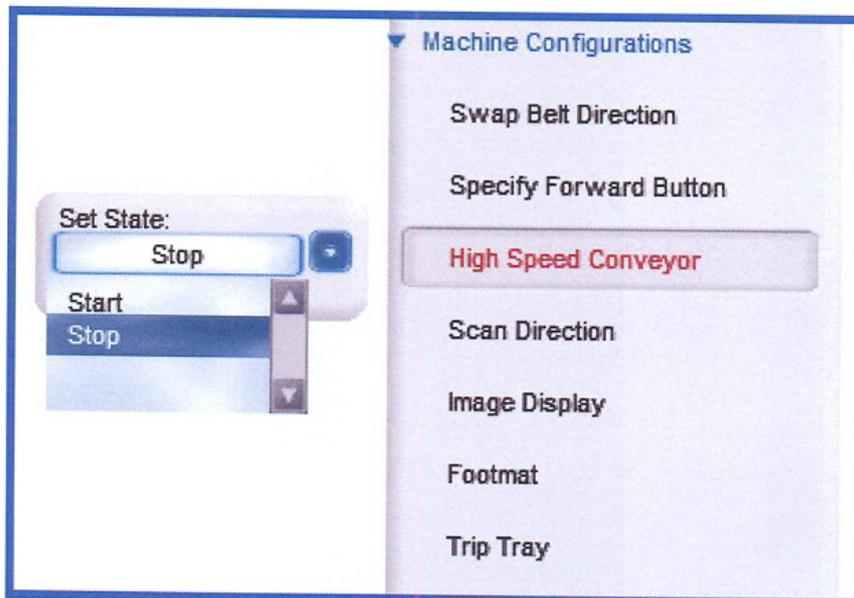

Рис.4-22: Высокоскоростной конвейер
- Сервисный режим №1 имеет функцию высокоскоростного конвейера под опцией Конфигурация системы (Рис.4-22)
В отличие от режимов Супервайзора, режим сервиса включает функцию высокоскоростного конвейера. Она расположена под Конфигурацией машины (Рис.4-22). «Старт» является эквивалентом «Доступно», «Стоп»-«Недоступно».